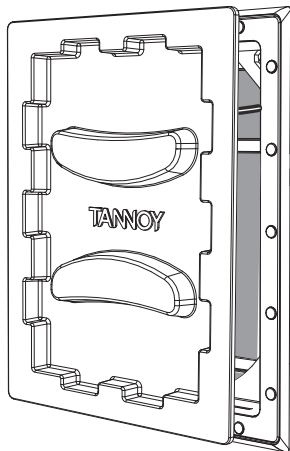

图 12. 在框架上添加绘画蒙版
2. 将防毒面具按入框架中，然后用磁铁将其固定在适当的位置（图 12）。在对墙壁和框架的周围进行粉刷时，将其保留在原位，直到准备好安装扬声器为止。